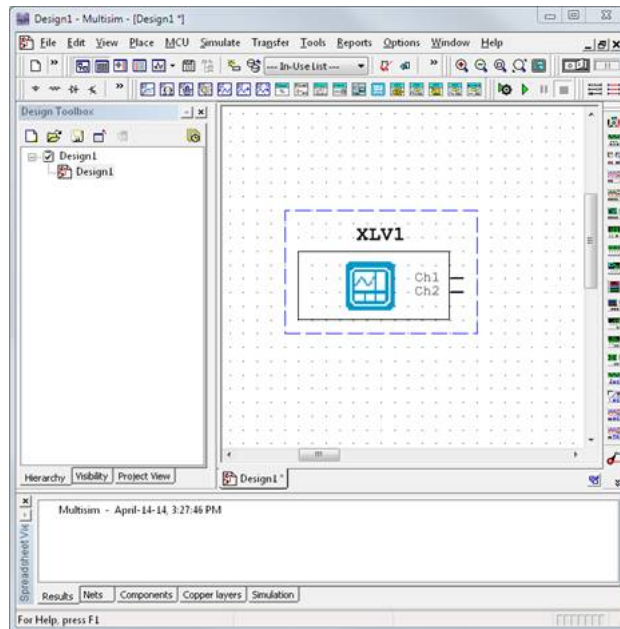

Рис. 3. Устройство VirtualBench на Multisim схема
- 9. Перетащите устройство VirtualBench в свой дизайн, чтобы использовать устройство в качестве источника сигнала. Рисунок 3.